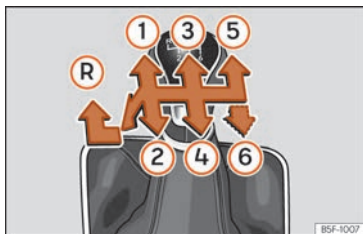

Fig. 52 Schema di un cambio manuale a 5 marce o a 6 marce.
Nella leva selettoria sono indicate le posizioni delle marce » » » **fig. 52.**
- Per inserire la retromarcia, con la leva selettoria in posizione di folle, spingerla verso il basso, muoverla a fondo a sinistra e quindi in avanti » » » **fig. 52 (R).**